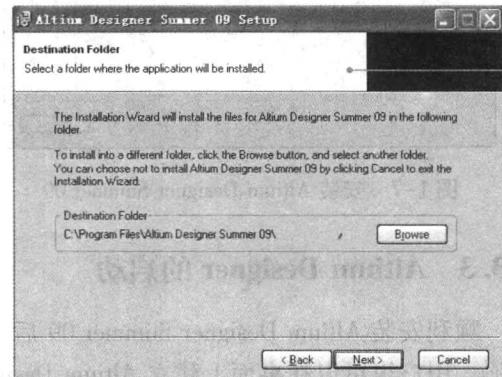

图 1-4 选择安装路径
4) 填写完毕，单击 **Next >** 按钮，进入如图 1-4 所示的选择安装路径向导。系统默认安装路径是 “C:\Program Files\Altium Designer Summer 09\”。如果需要更改安装路径，可单击 **Browse** 按钮，在打开的目录对话框中加以指定。